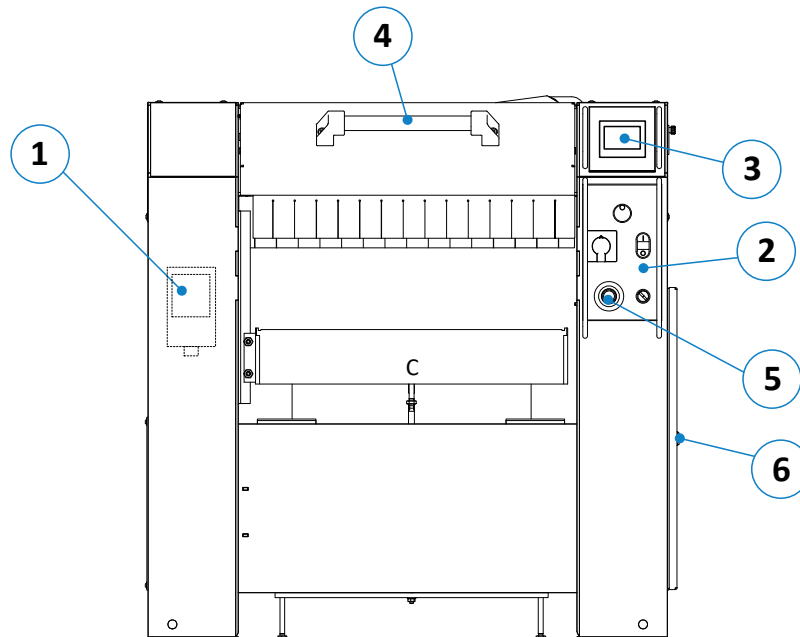

Figure 19 : composants/éléments de commande - vue face avant
Cette section présente une vue en détail du panneau de commande (1) affiché dans le ⇨ Figure 19 avec ses différents interrupteurs. Il est possible de mieux illustrer dans cette vue de détail les éléments respectifs de commande qui peuvent varier par rapport à la variante standard et dans le cas d'équipements en option.
- Actionner l'interrupteur principal (1) sur la face arrière de la machine (position « I »), voir Figure 19.